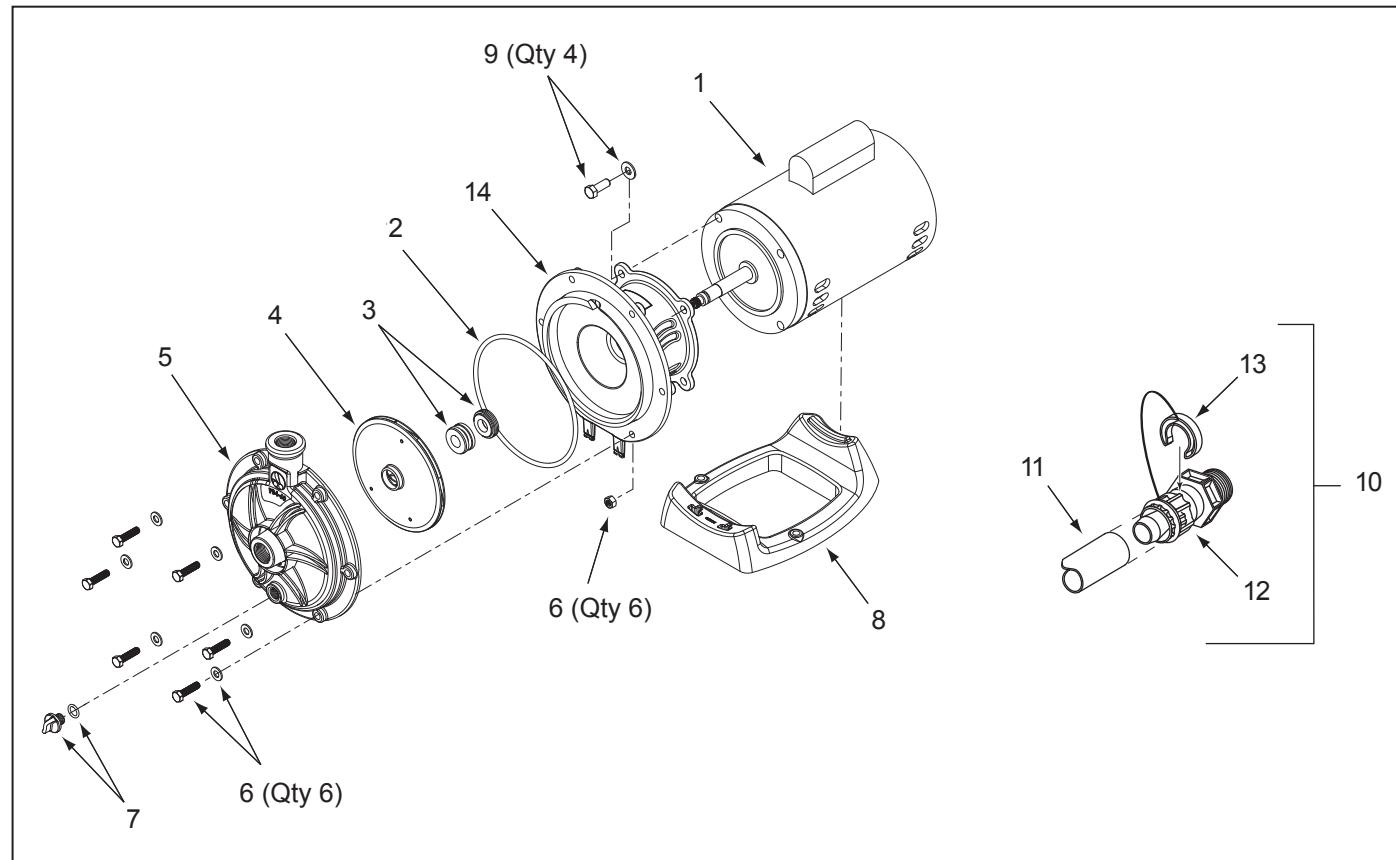

Figura 11. Plano de despiece de la bomba reforzadora Polaris PB4-60
3. Retire los cuatro (4) tornillos de 9/16 pulg. y retire el motor.
- NOTA** Antes de retirar la placa de apoyo, observe la alineación de ésta con el motor. La etiqueta está ubicada hacia arriba. Véase Figura 11.
5. Sustituya los cuatro (4) tornillos y arandelas que sostienen la placa de apoyo del motor.